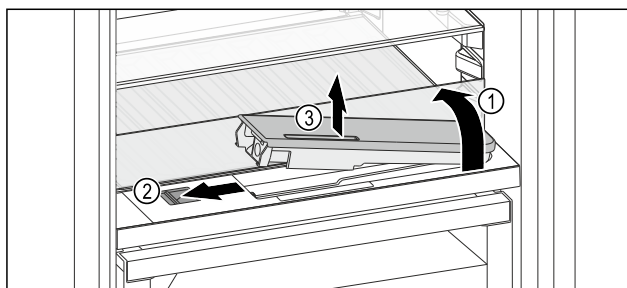

Fig. 232
- ▶ Emelje meg az üveglapot, és hajtsa hátra ütközésig Fig. 232 (1).
- ▶ Tolja balra a tolokát Fig. 232 (2).
- ▶ Vegye ki a víztartályt Fig. 232 (3).